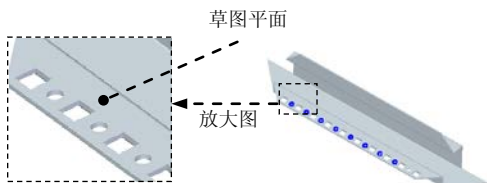

图 8.13.56 阵列特征 2
(5) 单击“完成”按钮，完成特征的创建。
Step10. 创建图 8.13.56 所示的阵列特征 2。
(1) 选取要阵列的特征。选取上一步所创建的特征为阵列特征。
(2) 选择命令。单击“主页”功能选项卡“阵列”工具栏中的“阵列”按钮.
(3) 定义要阵列草图平面。选取图 8.13.56 所示的模型表面为阵列草图平面。